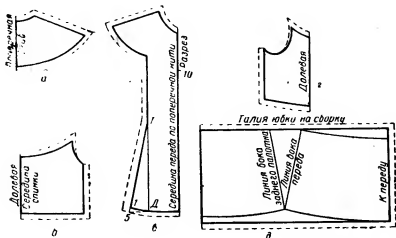

Рис. 147. Подготовка выкройки платья со вставным передом к раскрою:
**Спинка.** При раскладке выкройки на ткань (рис. 147, а) кокетку спинки укладывают так, чтобы ее середина была по долевой нити на сгибе ткани. Нижнюю часть выкройки лифа спинки укладывают так, чтобы ее середина также была на сгибе ткани по долевой нити (рис. 147, б).
**Полочка.** При раскладке выкройки на ткани вставной перед полочки (рис. 147, в) укладывают так, чтобы его середина была на сгибе ткани по поперечной нити.
Боковую часть полочки укладывают так, чтобы ее отрезная часть была по долевой нити ткани (рис. 147, з).
Юбка. При раскладке выкройки на ткани переднее и заднее полотна юбки укладывают так, чтобы их середина была по долевой нити ткани (рис. 147, д). Середина заднего полотна юбки должна быть на сгибе ткани. Низ юбки по линии бока должен быть уложен так, чтобы точки Д и Д1 были встык. Верх и низ юбки укладывают по прямой линии. Линия талии на сборке.